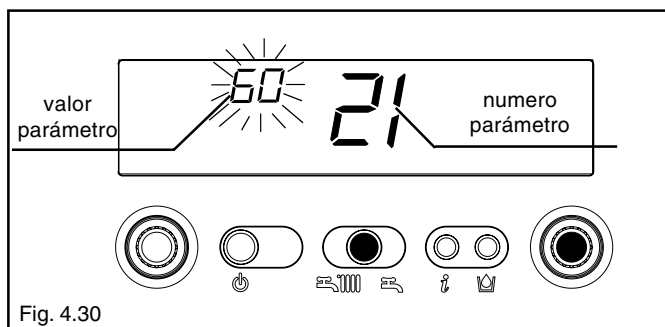

Fig. 4.30
- Cuando se pulsa el botón ENTER centellea el valor anteriormente programado (fig. 4.30)
- Cuando se pulsa el botón ENTER los dígitos centellean destacando el valor anteriormente programado (fig. 4.30)